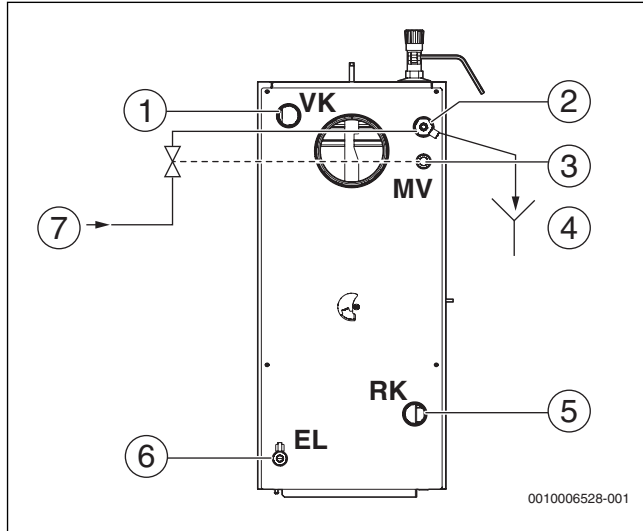

Рис. 14 Подключение предохранительного теплообменника
Котёл не оборудован предохранительным теплообменником (охлаждающим контуром). Предохранительный теплообменник является дополнительным оборудованием. Правильное подключение показано на рис. 14.
Подающая и обратная линии предохранительного теплообменника выбираются свободно. Охлаждающая вода должна отводиться через слив (→ рис. 14, [5]).
- ▶ Смонтируйте погружную гильзу (из комплекта термической защиты) для датчика термической защиты (→ рис. 14, [3]).